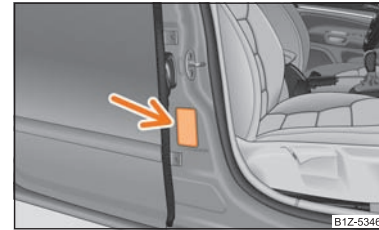

Fig. 141 Autocolant pe stâlpul central al ușilor, partea pasagerului din dreapta
- **Asupra acestui aspect atenționează și autocolantul amplasat pe partea dreaptă, pe stâlpul central al ușilor ⇒ fig. 141. Eticheta poate fi observată după deschiderea ușii pasagerului din dreapta. În unele țări, eticheta este lipită și pe parasolarul pasagerului din dreapta.**